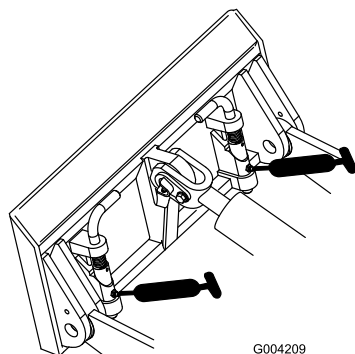

Figure 18
3. Raccordez une pompe à graisse à chaque graisseur (Figure 17 et Figure 18).